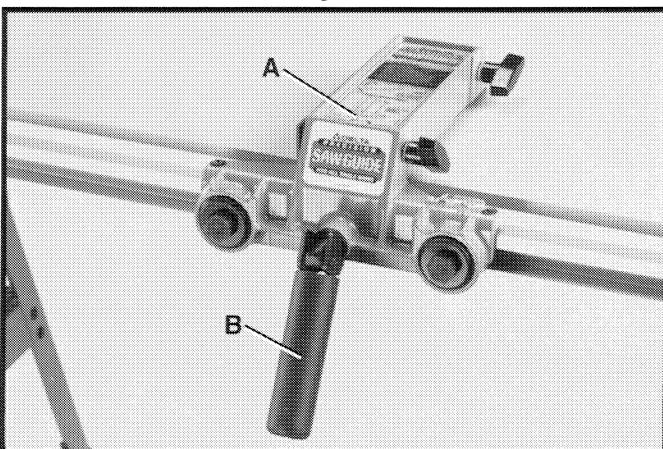

Fig. 46
4. Bloquee el cuerpo de la guía (A) Fig. 46 al riel de guía empujando la agarradera (B) hacia abajo, como se ilustra aquí.